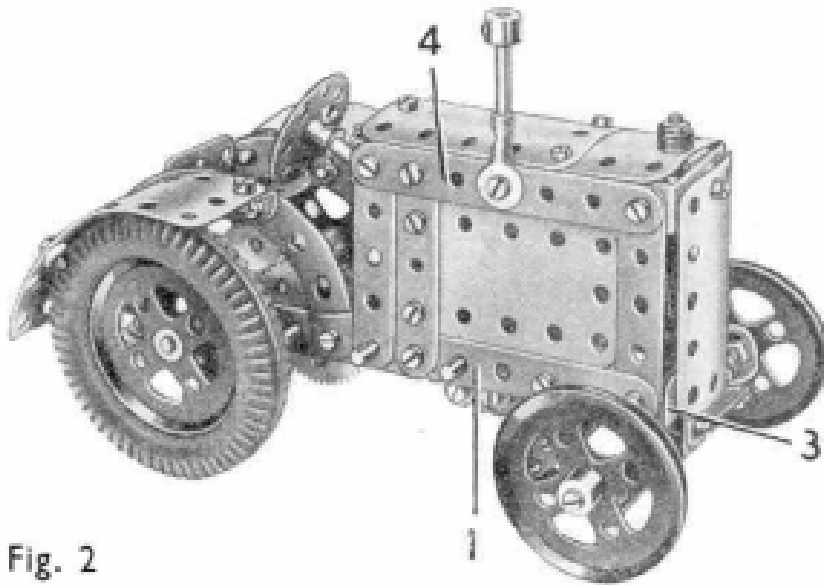

Fig. 2
Le châssis du tracteur, qui est représenté sur les figures 2 et 3, est constitué par deux bandes (1) constituées chacune par deux bandes de 22 trous qui se recouvrent sur 9 trous. Ces bandes sont réunies à l'arrière par une bande coudée de  $38 \times 12$  (2) et, à l'avant, elles sont réunies par des équerres à une embase triangulée coudée (3).